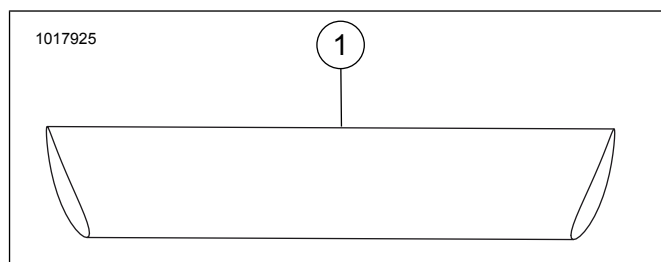
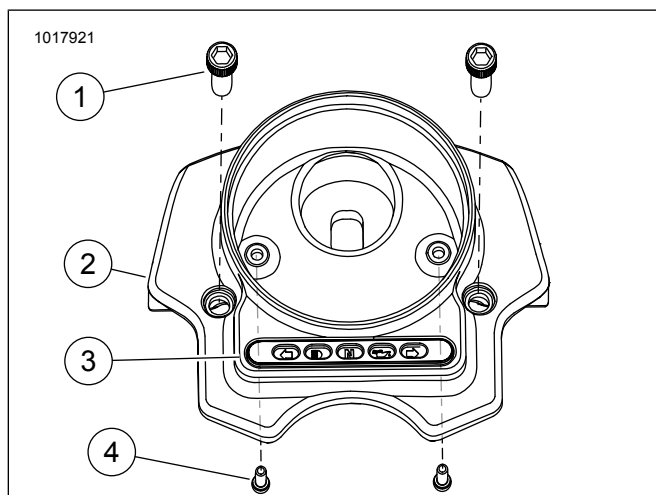
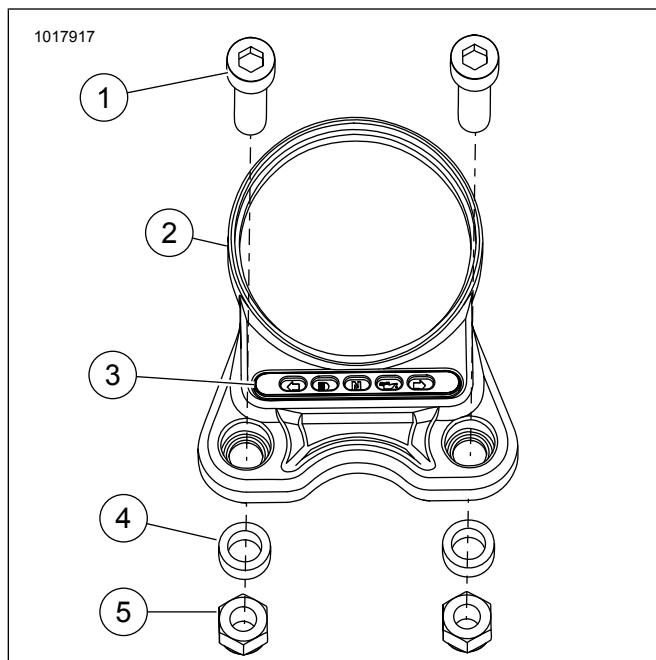

Figure 1. Pièces de rechange : Modèles XL1200X de 2014 et plus récents
Figure 2. Pièces de rechange : Modèles XL883N de 2014 et plus récents
Figure 3. Pièces de rechange : Modèles XL1200CX de 2016,5 et plus récents
Voir Figure 1, Figure 2, Figure 3 et Tableau 1, Tableau 2, Tableau 3.
1. Voir Figure 1. Placer l'embout des brides de guidon (1) sur les brides inférieures de guidon.
4. Voir Figure 2. Transférer l'ensemble des indicateurs lumineux d'origine et l'encadrement **neuf**.
- a. Retirer le papier de l'adhésif du **nouvel** encadrement (3).
- b. Coller l'encadrement au support de l'indicateur de vitesse (2) depuis l'intérieur.
5. Poser le boîtier avec les vis (1).
- c. Poser l'indicateur de vitesse dans son nouveau boîtier (2) à l'aide des joints et vis d'origine. Consulter le manuel d'entretien.
3. Voir Figure 3. Transférer l'ensemble des indicateurs lumineux d'origine et l'encadrement **neuf**.
4. Poser l'indicateur de vitesse dans son nouveau boîtier (2) à l'aide des joints et de la plaque arrière d'origine. Consulter le manuel d'entretien.
6. Poser l'ensemble boîtier et indicateur de vitesse avec les vis (1), entretoises (4) et contre-écrous (5).
- a. Placer les entretoises (4) entre le support de la fourche supérieure et le support de l'indicateur de vitesse.